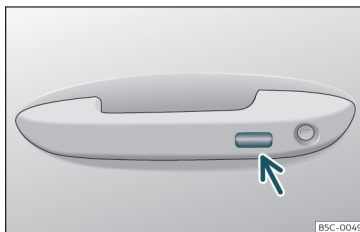

Fig. 93 Manecilla de la puerta: superficie sensora.
- **O BIEN** mediante el sistema Keyless Access* (sólo cierre): Mantenga un dedo durante algunos segundos sobre la superficie sensora de bloqueo >>> **fig. 93** (flecha) de la manecilla de la puerta para que se cierren las ventanillas y el techo*. Si deja de tocar la superficie sensora se interrumpe la función de cierre.
- Mantenga un dedo durante algunos segundos sobre la superficie sensora de bloqueo >>> fig. 93 (flecha) de la manecilla de la puerta para que se cierre el techo. Si deja de tocar la superficie sensora se interrumpe la función de cierre.